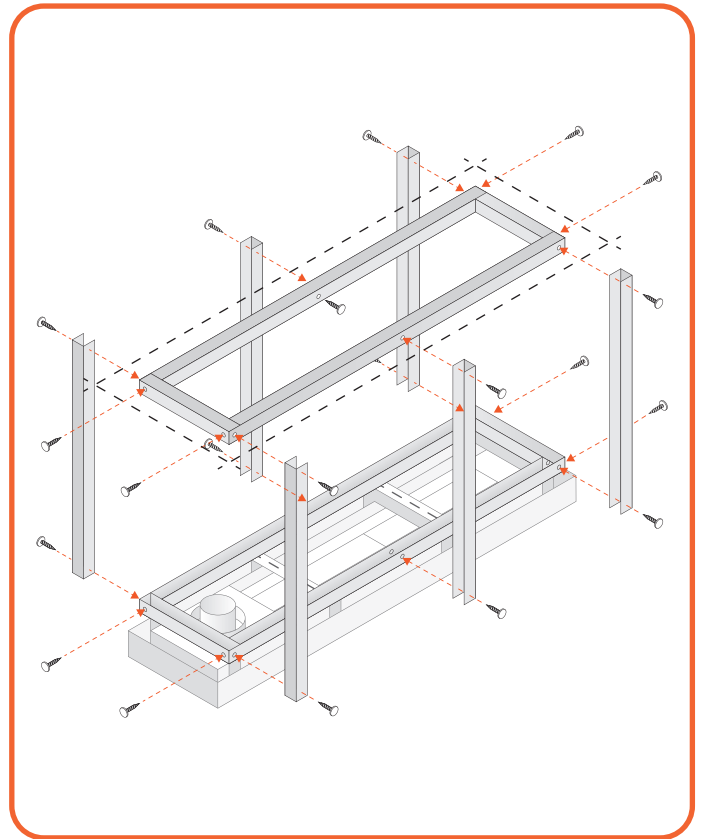

Figura 6.13 -
- Dopodiché, posizionare i profili verticali che si trovano tra la cornice superiore e quella inferiore. (vedi Figura 6.13 e 6.14)